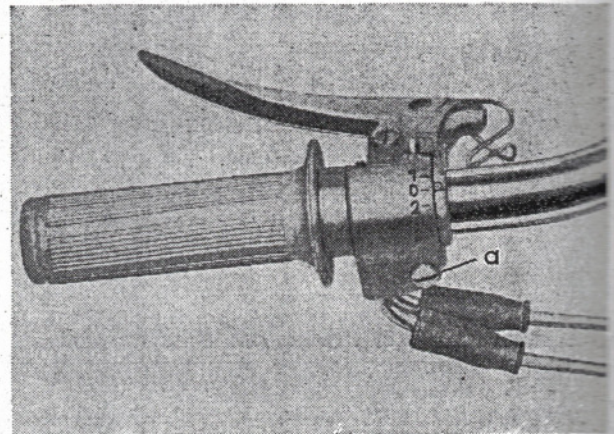

Abb. 143 Schaltdrehgriff VI/58/1514
5. Linsenschraube „a“ (Abb. 143) M 6 x 26 lösen und den Schaltdrehgriff kpl. vom Lenker abziehen.